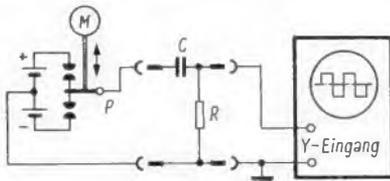
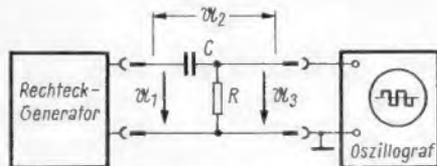

Bild 11. Erzeugung von Rechteckwellen mit einem mechanischen Schalter
Bild 22. Prinzipschaltung zum Untersuchen von CR-Gliedern
Der Schluß des ersten Teiles dieser Arbeit, der in der FUNKSCHAU 1965, Heft 19, Seite 533, erschien, erläuterte die Erzeugung von Rechteckwellen durch einen einfachen mechanischen Wechselschalter nach Bild 11. Bei Rechteckschwingungen unterscheidet man nach Bild 12 die positiven und negativen Dächer, die Umschaltflanken, die Impulsfolgefrequenz (Pulsfrequenz) und das Dachlängenverhältnis.
In der Schaltung nach Bild 22 ist gegenüber Bild 11 der mechanische Zerrhacker durch einen elektronischen Rechteckgenerator er-
In den Bildern 23 bis 34 wurde die Differentiation und Integration von Impulsen gezeigt, die zwischen einem von Null gleichermaßen verschiedenen positivem und negativem Wert wechseln (Zeit- und Spannungssymmetrie). Es kommt aber durchaus vor (z. B. Synchronimpulse im Fernsehgerät), daß auf ein RC- bzw. CR-Glied gleichgerichtete Impulse treffen. Eine solche Impulsfolge ließe sich in der Schaltung nach Bild 112) verwirklichen, wenn eine Batterie entfernt und der zugehörige Kontakt an Masse gelegt würde. Die vor dem CR-Glied liegende Gleichspannung wird durch den Kondensator abgeriegelt. Nach der Differentiation ist nun nicht mehr zu erkennen, ob der Spannungssprung vor dem CR-Glied sich zwischen Null und +100 % oder zwischen Null und  $\pm 50$  % bewegte. Die Abriegelung der Gleichspannung im CR-Kopplglied eines Verstärkers ergibt als Vorteil das Speisen mehrerer Verstärkerstufen aus einer Spannungsquelle. Als Nachteil erscheint die Begrenzung des Frequenzbereiches nach unten.
2) Bild 11 siehe Seite 561.